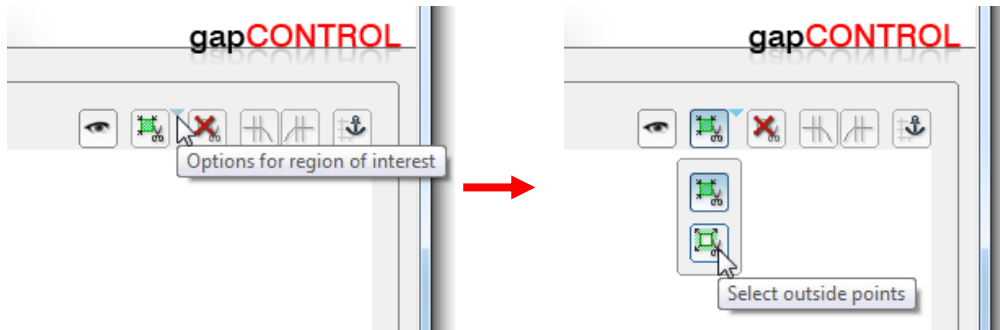

Abb. 3.27: Kontextmenü "Options for region of interest" (Select inside/outside points)
- ➡ Öffnen Sie das Kontextmenü "Options for region of interest". Drücken Sie dazu auf die entsprechende Schaltfläche, die rechts neben dem Button "Set region of interest" angeordnet ist (siehe Abb. 3.27).
- ➡ Wählen Sie im Kontextmenü den gewünschten Modus (siehe Abb. 3.27).